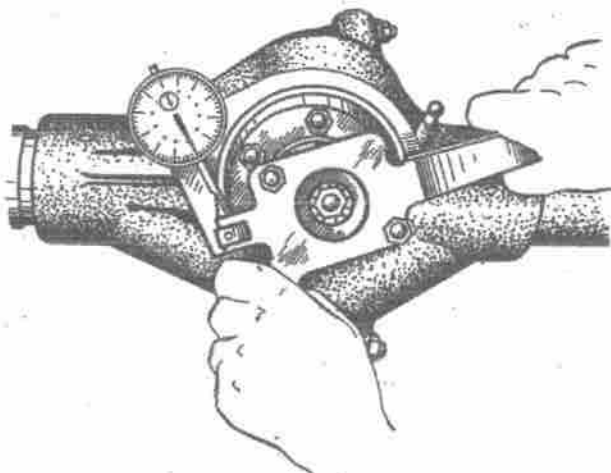

Bild 166. Prüfen des Flankenspiels in der Verzahnung zwischen Antriebsritzel und Tellerrad
2. Flankenspiel in der Verzahnung des Antriebsritzels mit dem Tellerrad messen, welches im Bereich von 0,2...0,6 mm liegen soll. Das Spiel messe man am Radius 40 mm des Antriebsritzel-flasses (Bild 166).